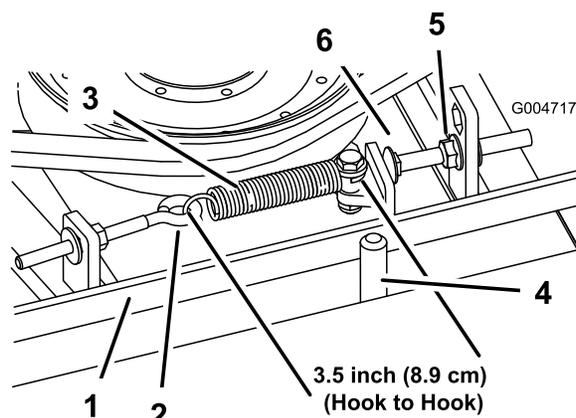

Figura 69
Quando la tensione è corretta, la misura interna della molla di prolunga (da gancio a gancio) deve essere circa $8,9 \text{ cm} \pm 0,63 \text{ cm}$. Quando la tensione della molla è giusta, regolate il bullone di arresto (bullone a testa tonda) fino ad ottenere un gioco di $0,32 \text{ cm} + 0,152/0,000 \text{ cm}$ tra la testa del bullone ed il braccio di rinvio (Figura 69).
Nota: Verificate che la cinghia si trovi dal lato molla del guidacinghia (Figura 69).
2. Allentate il bullone ad occhio per consentire la rimozione della molla di prolunga (Figura 69).
3. Allentate il dado flangiato che fissa il bullone di arresto alla linguetta di montaggio. Allentate il dado quanto basta per consentire al braccio di rinvio di oltrepassare il bullone di arresto (Figura 69). Allontanate la puleggia tendicinghia dalla cinghia in modo da allentare la tensione della cinghia.
8. Ricollegate la molla di prolunga (Figura 69) al bullone ad occhio e tendete la cinghia come segue: